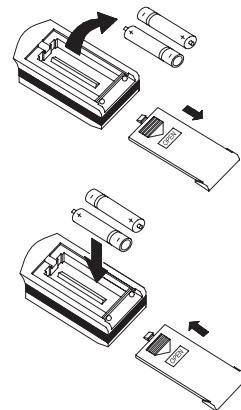

Рис. 5.5
- Для извлечения батареек, при замене, необходимо сдвинуть крышку пульта управления в направлении стрелки (см. рисунок 5.5) извлечь батареики и установить новые.